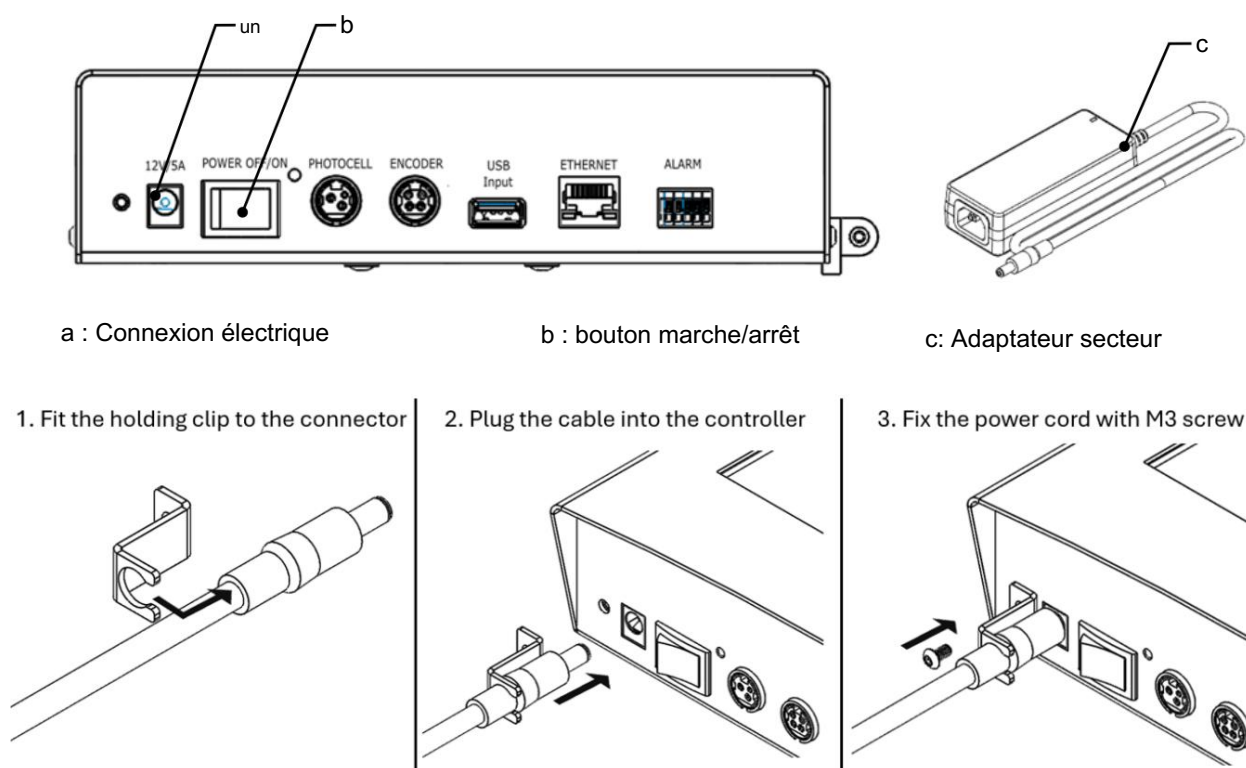

Figure 11
- Insérez l'extrémité mâle du câble de l'adaptateur secteur fourni à l'arrière de l'imprimante (voir la figure 11).